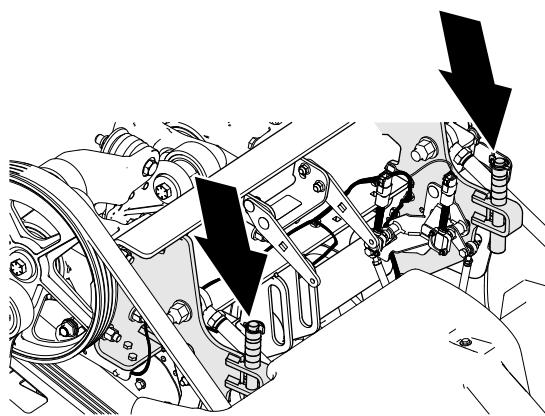
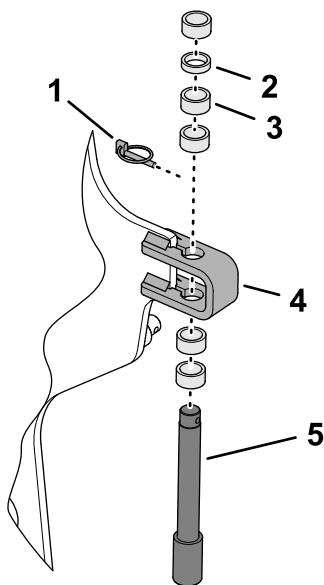

Рисунок 120
Рисунок 121
3. Снимите шпллинт с кольцом, с помощью которого штифт и проставки ограничителя глубины крепятся к стопорному кронштейну (Рисунок 120 и Рисунок 121).